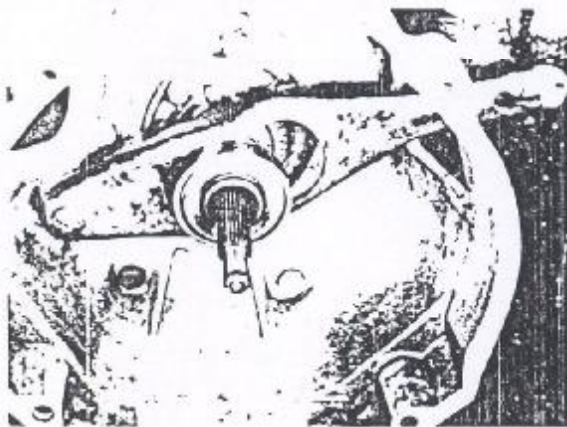

Figura 1.41.4 - Posicionamento do garfo e rolamento
3. Posicionar o conjunto do garfo e rolamento na carcaça da embreagem e encaixar a mola da extremidade do garfo no respectivo pino. Certificar-se do correto posicionamento do garfo no pino e do rolamento no garfo (Figura 1.41.4).